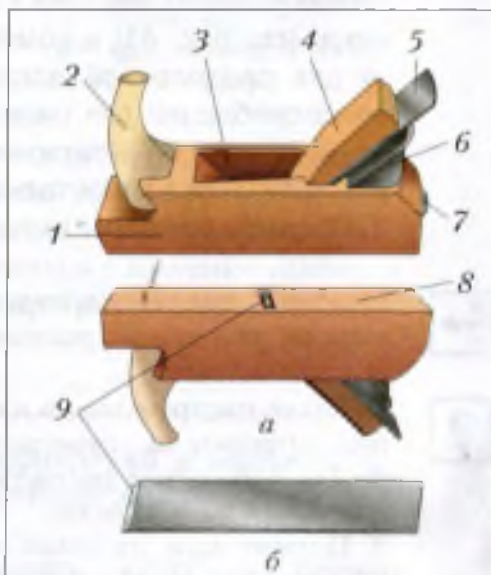

Рис. 33. Рубанок: а – общий вид;
**Рубанок** (рис. 33, а) предназначен для окончательного (чистового) строгания заготовок. Нож рубанка шире, чем нож шерхебеля, и его лезвие заточено по прямой линии (рис. 33, б). Во время работы рубанок держат левой рукой за рукоятку 2, а правой — обхватывают упор 6. Колодка 1 рубанка имеет леток 3 — сквозную выемку для выхода стружки при строгании.